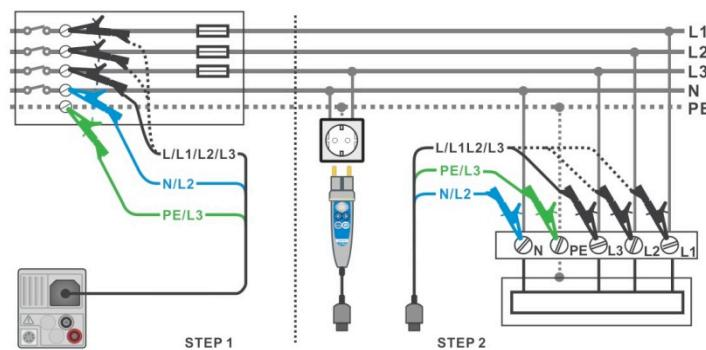

Рисунок 8.4: Измерение АВТО ТТ.
- › Подключите измерительный кабель или щуп «Commander» к испытуемому объекту, см. рисунок 8.4.